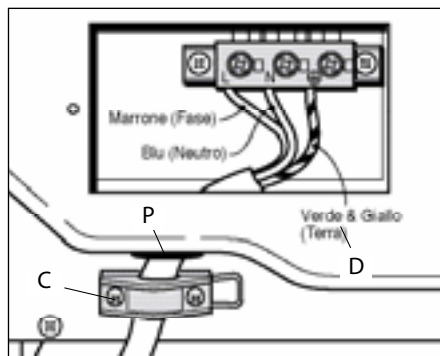

Figura 10
- Rimuovere le viti C dal serracavo (Figura 10).